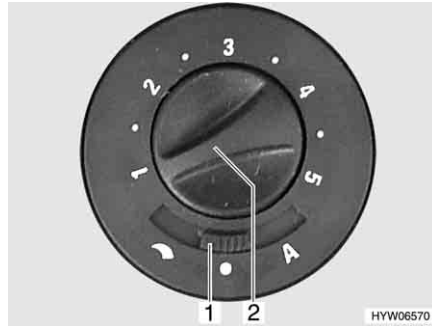

Bild 117 Bedienschalter für Umluftgebläse
- Den Schiebeschalter (Bild 117,1) auf "H" (Handregelung) oder "A" (Automatikbetrieb) stellen.
- Mit dem Drehknopf (Bild 117,2) die gewünschte Leistung des Umluftgebläses einstellen (Handregelung) oder begrenzen (Automatikbetrieb).
- Den Schiebeschalter (Bild 117,1) auf "●" (Aus) stellen.